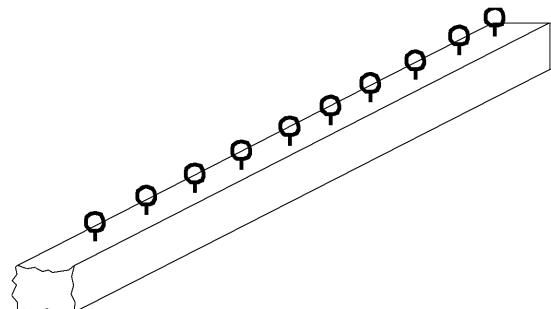

図14 ヒートンの取り付け
- (2) 2本の木棒の両端から3cm間隔でヒートンをそれぞれ10本ずつねじ込む。その際、一方の木棒は溝を入れた面、他方の木棒は溝を入れた面の反対側の面にヒートンをねじ込む（図14）。